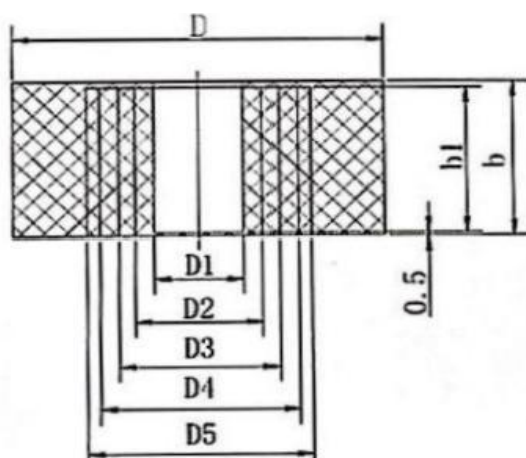

图3 密封圈规格及尺寸
7.3.1 电源引入电缆的外径要与密封圈的孔径相符(直径差不超过1mm)，密封圈材质为丁腈橡胶，规格及尺寸见图3(可根据引入电缆外径大小剥去密封圈同心圆)。当压紧接线斗后应保证密封圈与接线盒座之间无间隙，否则将失去隔爆性能。
7.3.7 引入装置密封圈老化变质时，应及时更换、尺寸见图3,适应电缆最小外径见表。